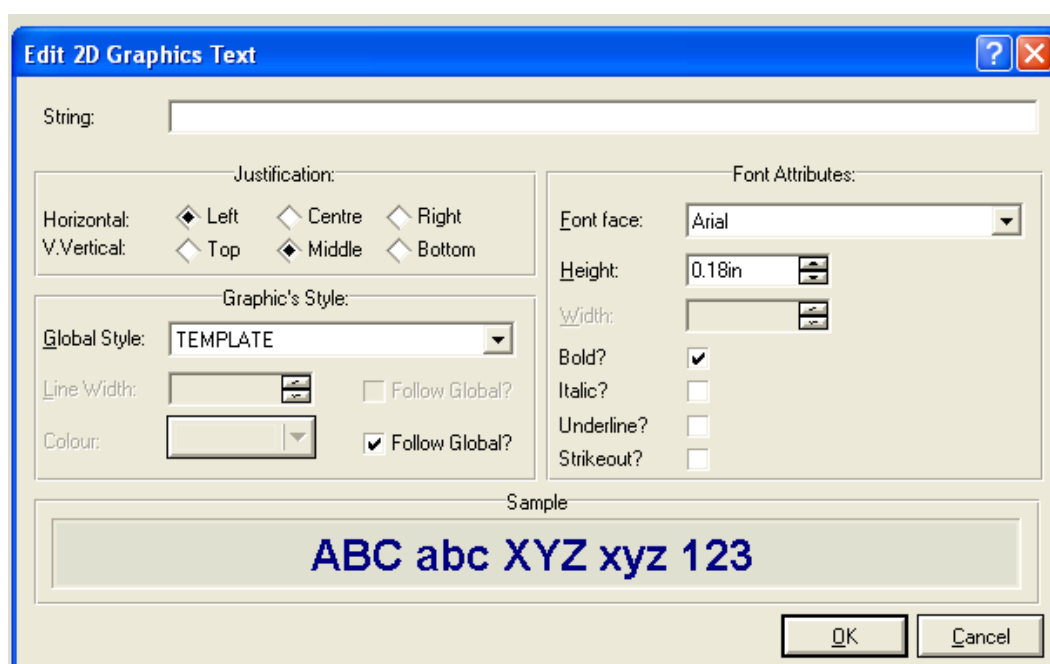

Figura 12: Janela de inserção e configuração de informações do cabeçalho.
- ✓ Clique dentro de um das caixas criadas, neste momento abrirá-se uma janela, figura 12, para que sejam inseridas as informações desejadas.